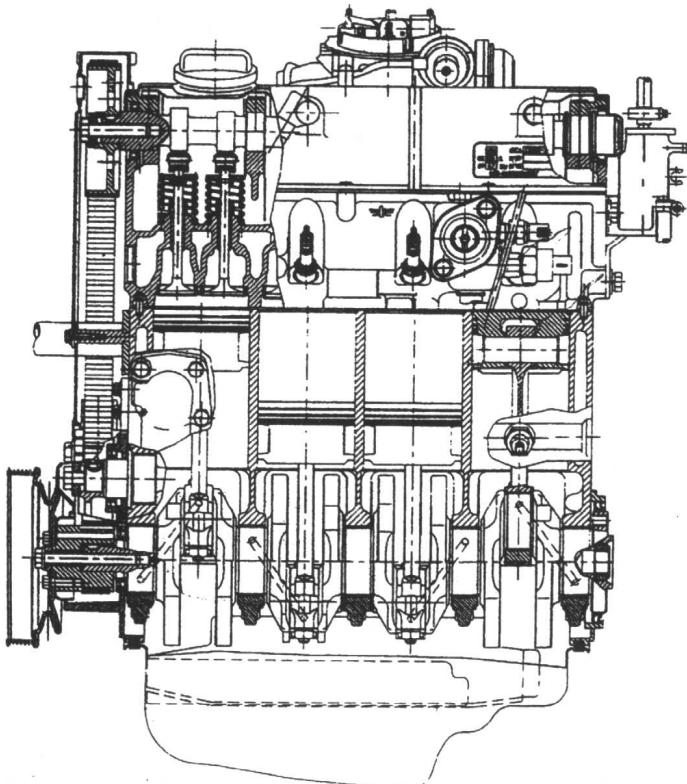
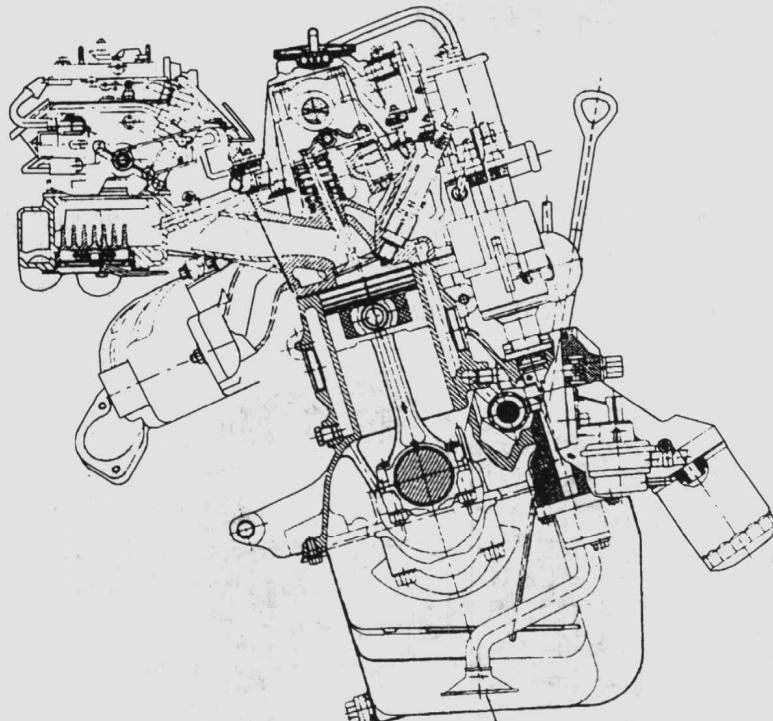

图2-1 CA488型发动机纵剖面图
图 2-2 CA488 型发动机横剖面图
发动机是由曲柄连杆机构(气缸体、气缸盖、活塞及连杆等)和配气机构(气门及凸轮轴等)，以及润滑、冷却、燃料三个系构成，见图2-1、图2-2。
(1) 该系列产品覆盖面大，通用性程度高，可生产出1.8~2.5L的工作容积的发动机；配备不同附件后，功率变化范围为59~107kW、转矩变化范围可达130~232N·m。
(2) 整机参数合理，结构紧凑，活塞行程/缸径<1，整机长度尺寸小，利于整车总体布置要求。见图2-1、图2-2。
(3) 发动机采用单顶置凸轮轴(SOHC)结构；用齿形带传动，具有结构简单、无需润滑、噪声低、刚度好，可充分发挥高速功能等特点。
(4) 为降低自身质量和提高传热性能，采用铝合金气缸盖。气门呈直线布置，采用先进的快速燃烧室，提高了燃烧室内进气旋流，在使用同标号燃油情况下，压缩比可提高0.5；不仅提高发动机低速动力性，又改善了排放和整车性能。
(5) 配气机构采用滚子式冲压摇臂和液压挺杆，从而降低整机的噪声和改善怠速时经济
答:传递动力的曲柄连杆机构是由活塞连杆组及曲轴飞轮组等两部分构成,见图 2-1、图 2-2。